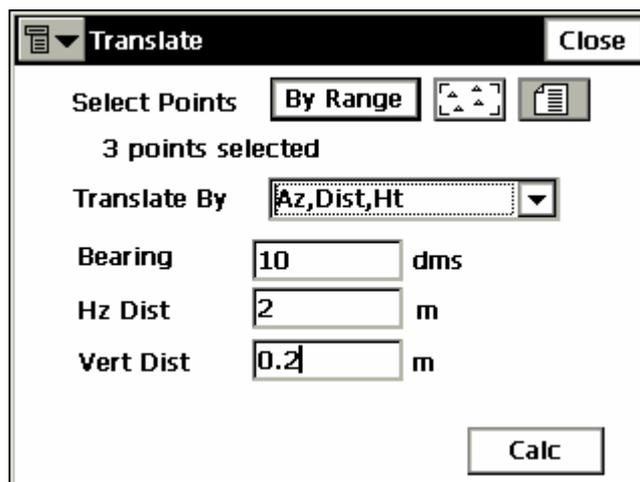

Рисунок 8-16. Перенос
1. Выберите точки, которые необходимо перенести. В поле *Select points* (*Выберите точки*) нажмите кнопку **By Range** (**По промежутку**) и задайте промежуток имен точек, которые необходимо повернуть, или выберите точки, используемые при операции масштабирования, из списка или на карте (рис. 8-16).